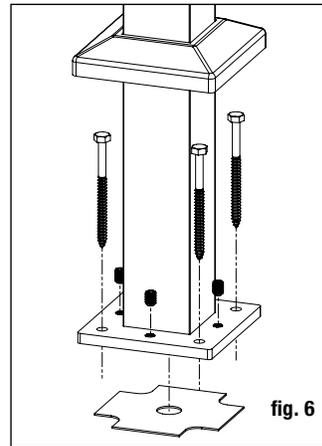

fig. 6
**Étape 5** Repositionnez l'assemblage de poteau avec la plaque de nivellement insérée entre le pont et la base du poteau et alignée avec les trous pré-perçés. Insérez les attaches de poteau (**NON INCLUS**) et serrez partiellement. À l'aide d'un niveau, ajustez les vis de réglage de mise à niveau avec une clé Allen 3/16 po jusqu'à ce que le poteau soit d'aplomb. Serrez complètement les attaches de poteau pour fixer la base à la structure du pont. *Remarque: Tire-fonds recommandés de 5/16 po x 4 po ou plus.* (fig.6)